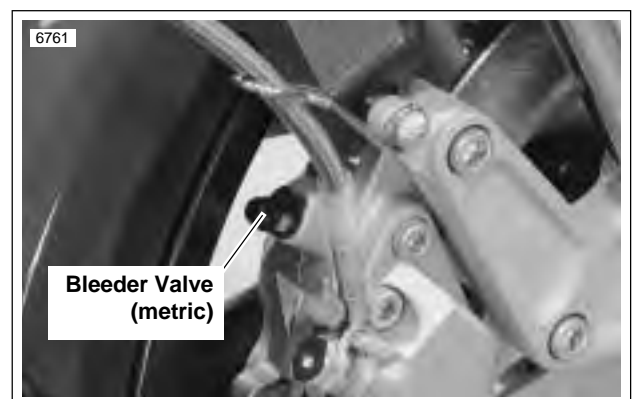

Figure 1-8. Front Brake Caliper Bleeder Valve
- a. Front brake caliper bleeder valve-Figure 1-8.